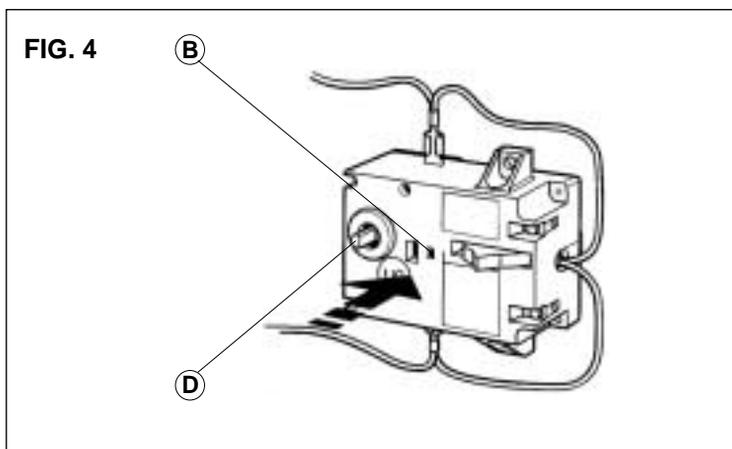

FIG. 4
Après l'installation, vérifiez la température de l'eau. S'il est nécessaire de la rajuster, enlevez le couvercle avant pour régler le thermostat (" D " à la fig. 4) – dans le sens des aiguilles d'une montre pour accroître la température ou dans le sens contraire des aiguilles d'une montre pour la diminuer.
4. Appuyez fermement sur le bouton de réinitialisation (" B " à la fig. 4). Rétablissez le courant.
1. Enlevez le panneau du couvercle et tournez le bouton sélecteur de température ("D" à la fig. 4) dans le sens contraire des aiguilles d'une montre. Si la température ne diminue pas, il faut alors remplacer le thermostat (voir section traitant du changement du thermostat).